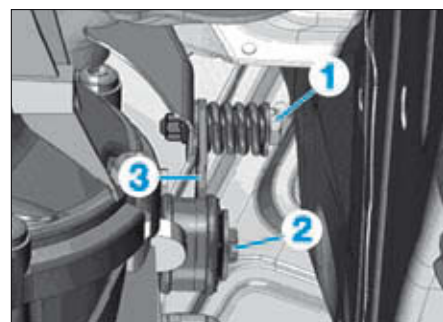

FIG. 53
- le boulon (1) et la vis (2) de la patte de maintien (3) du filtre à particules (Fig.53),
- la patte de maintien (3) du filtre à particules.